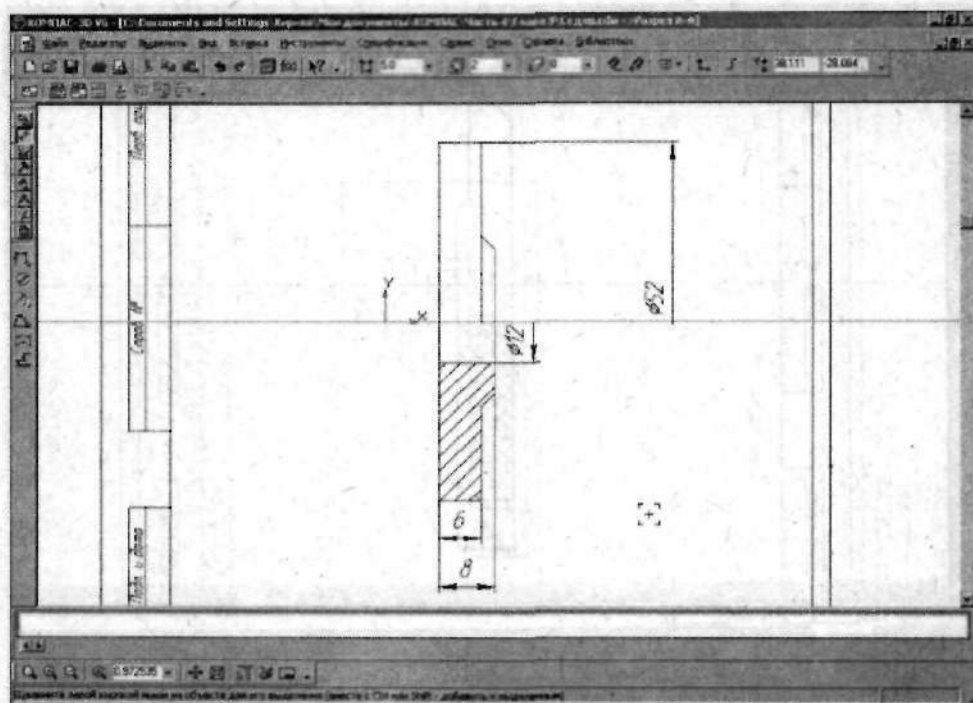

Рис. 4.38. Нанесите размеры согласно рисунку
9. Аналогично создайте размеры согласно рис. 4.38.